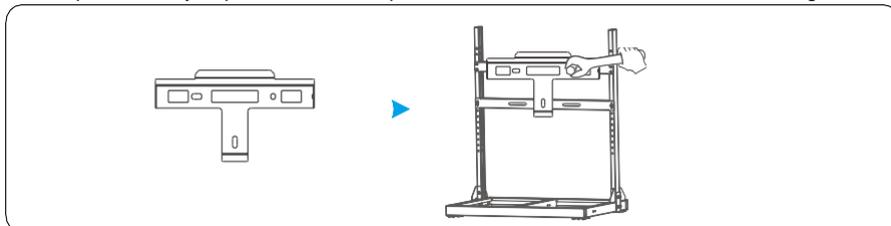

Figura 4.10 Fijación del soporte de sujeción
Paso 1 Se recomienda montar el inversor sobre un soporte. Atornille el soporte de sujeción con el perno M12 y el par de torsión requerido, 42N.m, tal como se muestra en la figura 4.10.